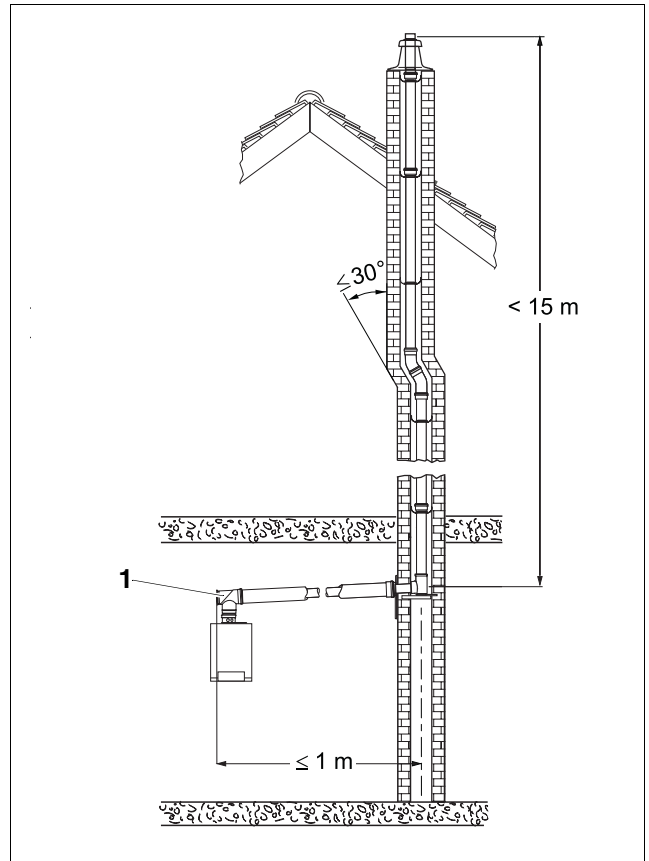

Bild 6 Untere Inspektionsöffnung
- die untere Inspektionsöffnung nicht mehr als 15 m von der Mündung entfernt ist (Bild 6) und
- der senkrechte Abschnitt der Abgasleitung höchstens einmal um maximal 30° schräg gezogen ist (Bild 6) und